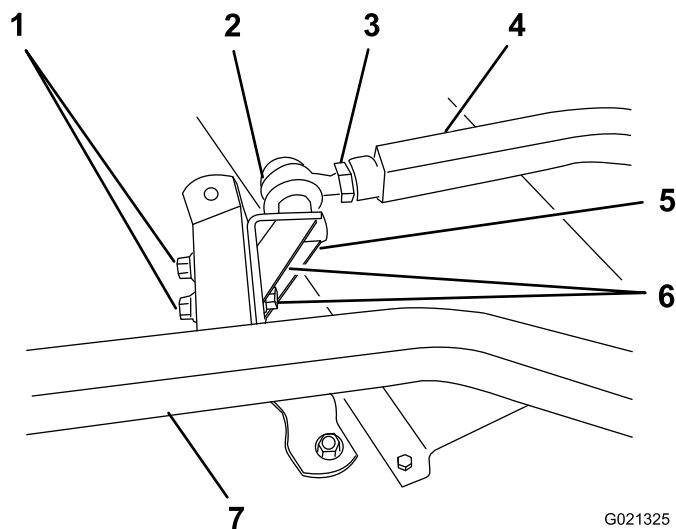

Figura 10
1. Remova os dois parafusos, anilhas chatas e porcas de flange que prendem a rótula esférica do lado esquerdo ao braço do lado esquerdo da roda giratória (Figura 10). Remova a montagem da rótula esférica e suporte da correia.